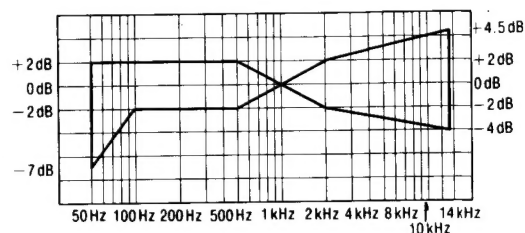

Fig. 14
8. Cambiar la cinta de prueba a QZZCRX y grabar señales de 50Hz, 100Hz, 200Hz, 500Hz, 1kHz, 4kHz, 8kHz, 10kHz, 12,5kHz y 14kHz. Luego, reproducir las señales y comprobar si la curva está dentro de los límites mostrados en el gráfico de respuesta de frecuencia total para las cintas CrO₂ (Fig. 14).
9. Poner la UNIDAD en modo de cinta a Metal y cambiar la cinta de prueba a QZZCRZ, y grabar señales de 50Hz, 100Hz, 200Hz, 500Hz, 1kHz, 4kHz, 8kHz, 10kHz, 12,5kHz y 14kHz. Luego, reproducir las señales y comprobar si la curva está dentro de los límites mostrados en el gráfico de respuesta de frecuencia total para las cintas de Metal (Fig. 14).